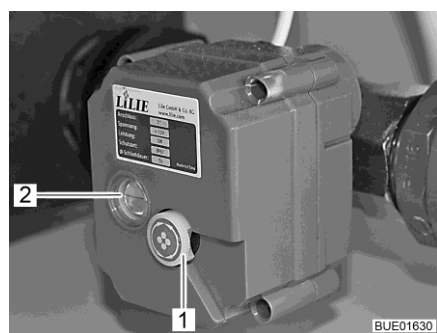

Fig. 172 Rubinetto di scarico ad azionamento elettrico
Una linea rossa nella finestra di controllo (Fig. 172,2) del rubinetto di scarico ad azionamento elettrico indica lo stato del rubinetto:
- Sfilare e ruotare (in qualsiasi direzione) la manopola (Fig. 172,1) sul rubinetto di scarico ad azionamento elettrico.